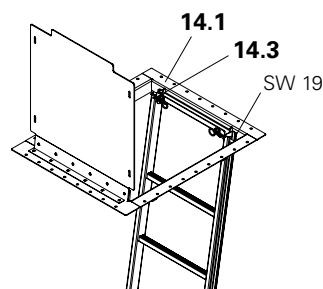

Fig. B.1.51a
2. Fissare dall'alto la scala ai due lati della botola con viti M12 x 40 (14.3). (Fig. B.1.51a)